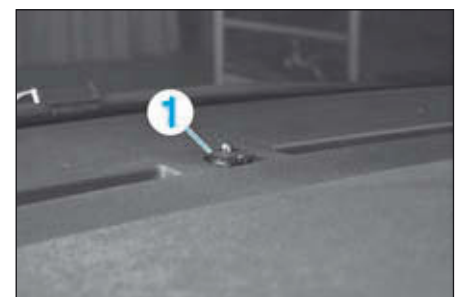

FIG.32
- Dégrafer, débrancher et déposer le capteur d'ensoleillement (1) (Fig.32).